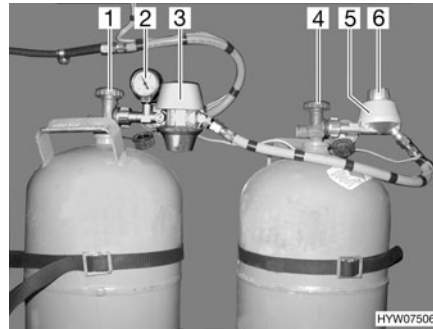
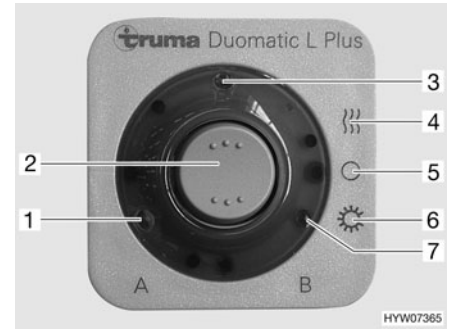

Fig. 132 Instalación de conmutación Duomatic
Fig. 133 Unidad de mando
La instalación de conmutación Duomatic se compone de un regulador central (Fig. 132,3) y de un regulador de conmutación (Fig. 132,5). Con el botón giratorio (Fig. 132,6) en el regulador de conmutación se puede determinar cuál de las bombonas de gas se usará como bombona de servicio y cuál bombona de gas como bombona de reserva.
El manómetro (Fig. 132,2) en el regulador central indica la presión en la bombona de gas, no el nivel de llenado de la bombona de gas. Con el manómetro se puede comprobar la estanqueidad de la bombona de gas.
En la unidad de mando (Fig. 133) únicamente pueden conmutarse las funciones eléctricas. Las llaves de paso principales de las bombonas de gas (Fig. 132,1 y 4) deben abrirse a mano.
- Abrir las llaves de paso principales en las bombonas de gas (Fig. 132,1 y 4).
- Con el botón giratorio (Fig. 132,6) en el regulador de conmutación (Fig. 132,5), seleccionar la bombona de gas de la cual se debe tomar el gas preferentemente (bombona de servicio).
En caso de que el botón giratorio se encuentre en la zona roja, el gas se tomará preferentemente de la bombona de gas con el regulador central (Fig. 132,3).
En caso de que el botón giratorio se encuentre en la zona verde, el gas se tomará preferentemente de la bombona de gas con el regulador de conmutación (Fig. 132,5).
- Conectar la instalación de conmutación Duomatic en la unidad de mando (Fig. 133).
Para ello, ajustar el interruptor basculante (Fig. 133,2) en modo de invierno "On y calentar" (Fig. 133,4) o en modo de verano "On" (Fig. 133,6). Los dos reguladores de presión de gas están ahora desaireados. El piloto (Fig. 133,3) se enciende.
- Poner el interruptor basculante (Fig. 133,2) en "O" (Fig. 133,5). El piloto (Fig. 133,3) se apaga.
- Cerrar las llaves de paso principales en las bombonas de gas (Fig. 132,1 y 4).
Las luces de control en la unidad de mando (Fig. 133) señalizan en el interior del vehículo si las bombonas están dispuestas para el funcionamiento.
- Luz de control "A" (Fig. 133,1): Bombona de gas en el regulador central
- Luz de control "B" (Fig. 133,7): Bombona de gas en el regulador de conmutación